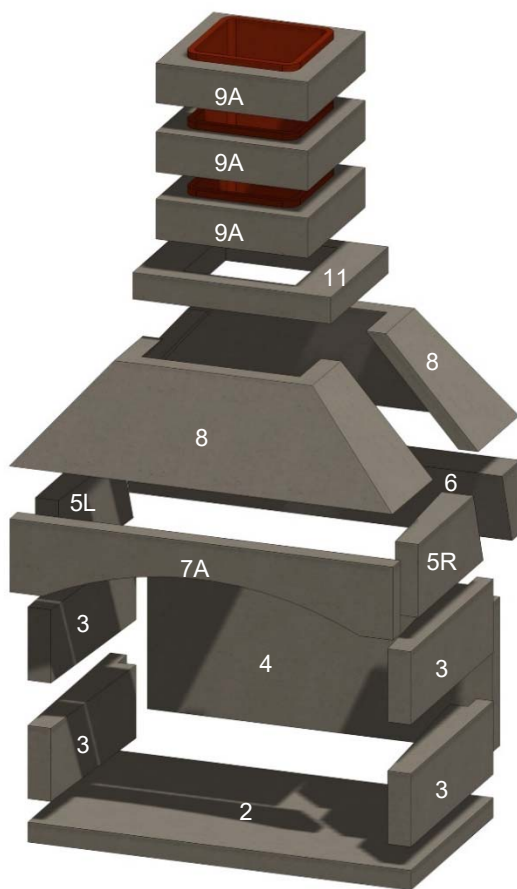
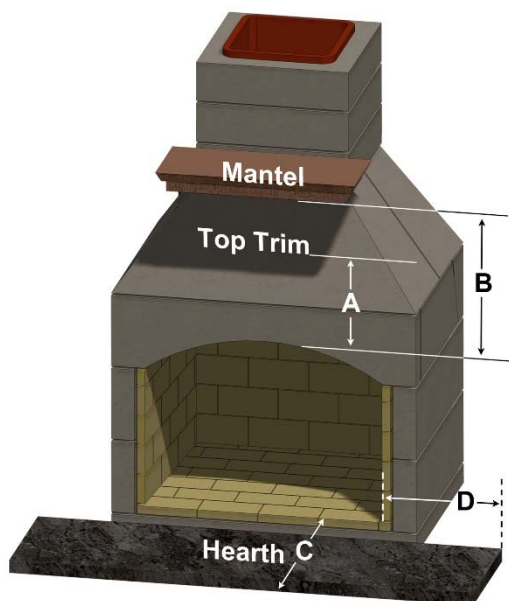

Figura 2. Componentes de la chimenea
Figura 3. Espacios libres (Utilizar con la tabla 2)
La chimenea se entrega como un kit con todos los componentes necesarios para completar la instalación. La disposición de los componentes se muestra en la figura 2. Los componentes se enumeran en la Tabla 1. Las especificaciones y dimensiones de la instalación se muestran en la Tabla 2.
- A. Elementos de la chimenea mostrados en la figura 2 y enumerados en la tabla 1.
Tabla 2: Espacios libres (ver figura 3)
Nota 5: Los revestimientos de arcilla instalados en la sección de humos (elemento 9A, figura 2) cumplen las especificaciones de la sección C315-02 de la ASTM.
Seleccione un lugar en los planos de la casa o en la zona de estar exterior en el que se puedan cumplir todas las distancias mínimas, como se muestra en la Tabla 2 y la Figura 3. Proceda de la siguiente manera. Los números en () son números de posición de la Tabla 1 y la Figura 2. Asegúrese de que la base sobre la que se va a instalar la chimenea es una base sólida y nivelada y está compuesta por material incombustible, como el hormigón.
figura 2 y la tabla 1). En su lugar, instale la chimenea sobre una base sólida, como una plataforma de cemento o bloques de hormigón. Dos hileras de bloques de 8" de altura serán ligeramente más cortas que las patas elevadoras del kit.
Si es la primera vez que instala el Stone Age, se sugiere que primero monte los componentes sin mortero para familiarizarse con el encaje de los mismos. Véase la figura 2.
Asegúrese de que se mantienen las distancias y los espacios libres de la Tabla 2 y la Figura 3. Asegúrese de que el hogar y el suelo debajo y delante del hogar estén hechos de materiales totalmente incombustibles, y no sólo de un revestimiento de suelo incombustible.
Si se instala una chimenea y un revestimiento lateral, especialmente si es de madera u otros materiales combustibles, asegúrese de que se cumplen las distancias mínimas indicadas en la Tabla 2 y la Figura 3.